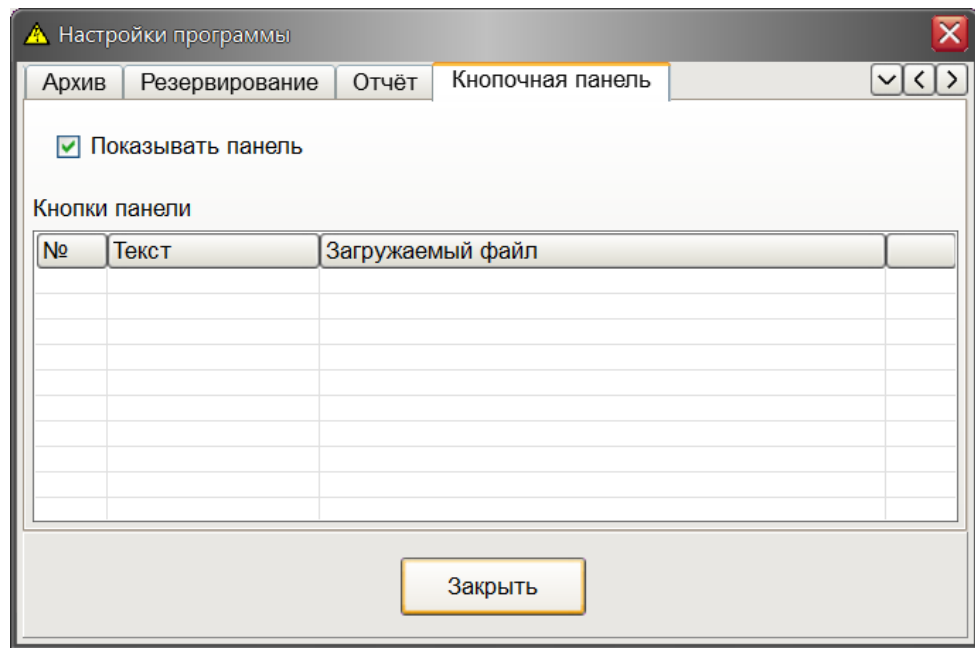

Рисунок 10.1 – Создание кнопочной панели
14. На вкладке «Кнопочная панель» (рисунок 10.1) установить флажок «Показывать панель» для вывода в основное окно программы кнопок переключения между проверяемым электроустройствами. Например, электроприбор имеет 2 ТЭНа, поэтому надо создать две кнопки. Каждой кнопке будет соответствовать свой набор из 5 тестов.